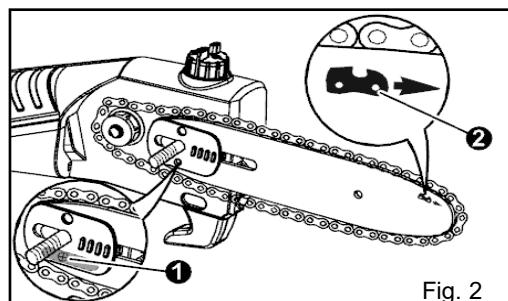

Fig. 2
REMARQUE: Vérifiez le bon positionnement de la vis de guidage à l'arrière de la barre dans la rainure de guidage (Fig. 2 ①).
- REMARQUE:** Assurez-vous que la chaîne se déplace dans le bon sens (Fig. 2 ②).